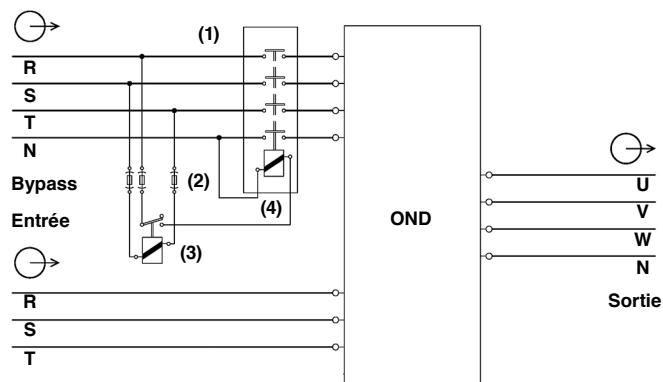

Fig. 16. Connexion du Backfeed protection dans des installations avec ligne de bypass (X-TRA) et puissance ≤ 300 kVA.
- Sur des équipements X-TRA (avec ligne de bypass statique) et de puissance ≤ 300 kVA, en suivant la norme de sécurité EN-IEC 62040-1, l'installation devra être prévue d'un système automatique de protection antiretour «Backfeed protection», comme par exemple, un contacteur qui empêche dans tout cas l'apparition de tension ou énergie dangereuse sur la ligne de bypass pendant une défaillance du secteur (voir figure 16). Pour des puissances $>$ de 300 kVA l'ONDULEUR incorpore de série le "Backfeed".